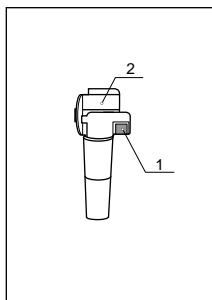

Рис. 14
6. Обратите внимание, что выключатель зажигания 1 (рис. 14), расположенный на рукоятке управления, предназначен для отключения двигателя. Зажигание включено по умолчанию.
7. Переведите рычаг фиксатора оборотов 2 (рис. 14) в крайнее нижнее положение (холостые обороты).
2. Убедитесь, что рычаг фиксатора оборотов 2 (рис. 14) находится в крайнем нижнем положении (холостые обороты).
Перед остановкой двигателя переведите фиксатор оборотов 2 (рис. 14) в режим холостого хода и дайте поработать 15–20 сек. Затем нажмите на кнопку выключения зажигания 1 (рис. 14) и дождитесь остановки двигателя.